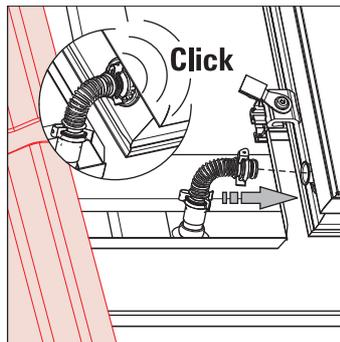

Fig. 3-28 Étape 8
8. Enfoncez les raccords coudés dans les tubes de raccordement de capteur jusqu'à ce que les pinces de fixation s'enclenchent (fig. 3-28).